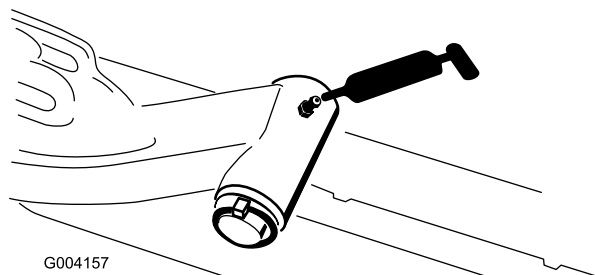

Figura 33
- Alberi di articolazione dei bracci di sollevamento (1 cad.) (Figura 33)